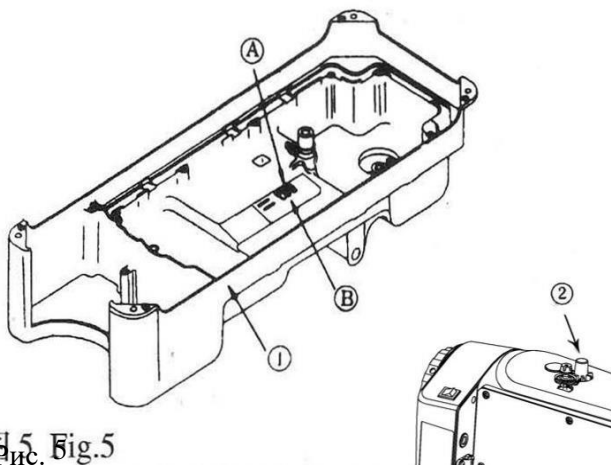

图 5. Fig.5
1. Залейте масло в поддон до отметки High A (рис.5).